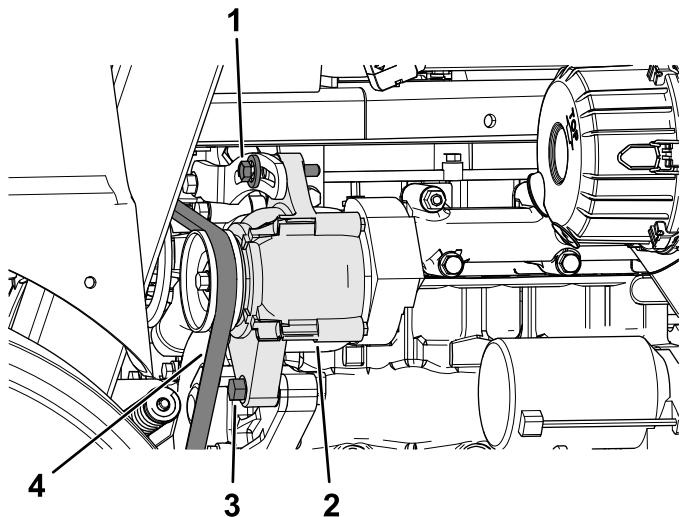

Figura 88
5. Desaperte o parafuso da articulação do alternador e parafuso de bloqueio (Figura 88).
7. Aperte o parafuso de bloqueio do alternador (Figura 88).
8. Aperte o parafuso da articulação do alternador (Figura 88).